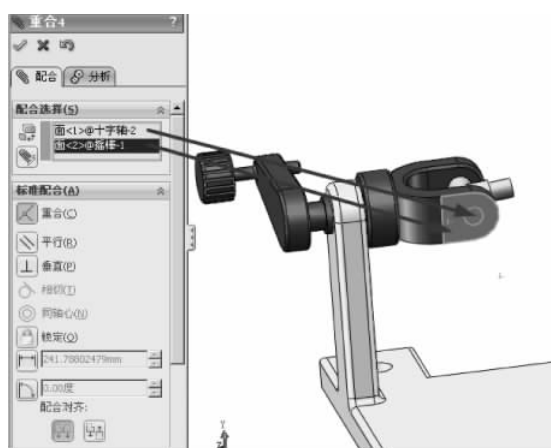

图 3-68 重合配合
(3) 单击【装配体】工具栏中的【配合】按钮,弹出【配合】的属性设置。选择【标准配合】选项组下的【重合】配合类型,在【要配合的实体】选择框中选择如图 3-68 所示的面,其他保持默认,单击【确定】按钮,完成重合的配合。